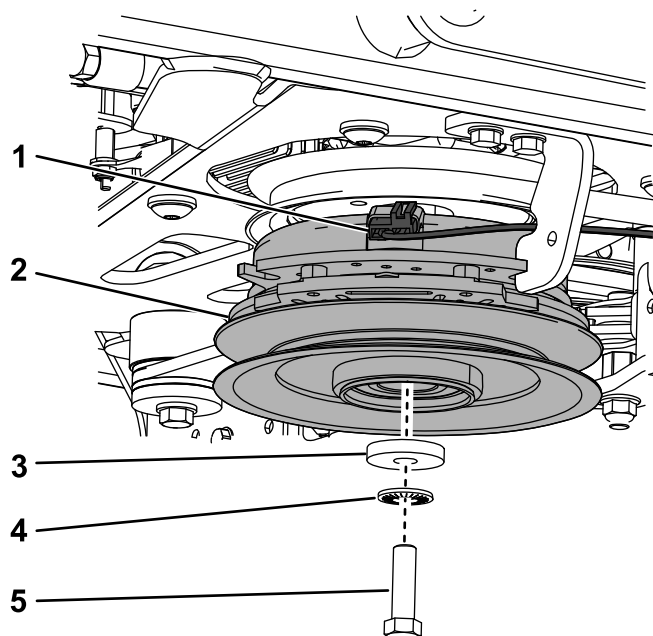

Figure 89
- A. Débranchez le faisceau de câblage de l'embrayage (Figure 89).
- B. Retirez le boulon, la rondelle, la rondelle élastique et l'embrayage (Figure 89).